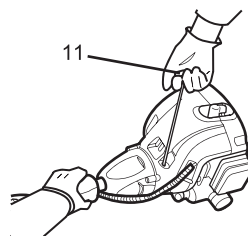

Fig. 12c
- > Immobilisez l'appareil, tirez lentement sur la poignée du lanceur à rappel (11) jusqu'à sentir une certaine résistance (indiquant que le starter est enclenché), puis tirez d'un coup sec pour lancer le moteur (fig. 12c).